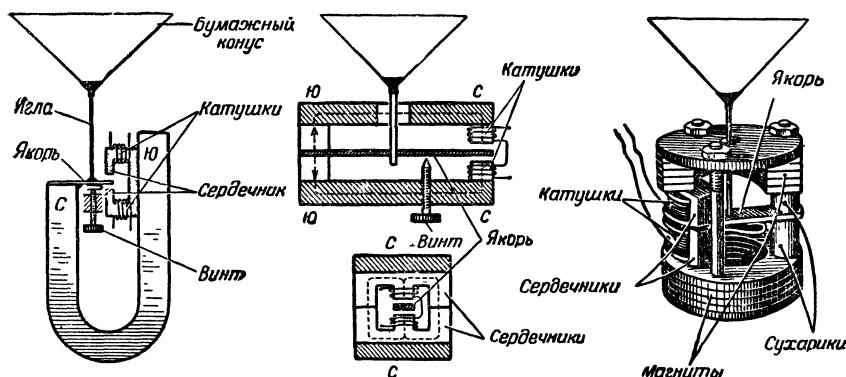

Рис. 2. Устройство электромагнитного громкоговорителя «Рекорд».
**Электромагнитные громкоговорители.** Устройство электромагнитного громкоговорителя «Рекорд» показано на рис. 2.